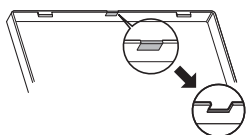

Рис. 4.2.7
- Вырежьте заглушку отверстия (показана серым на Рис. 4.2.7) в декоративной панели ножом или кусачками.